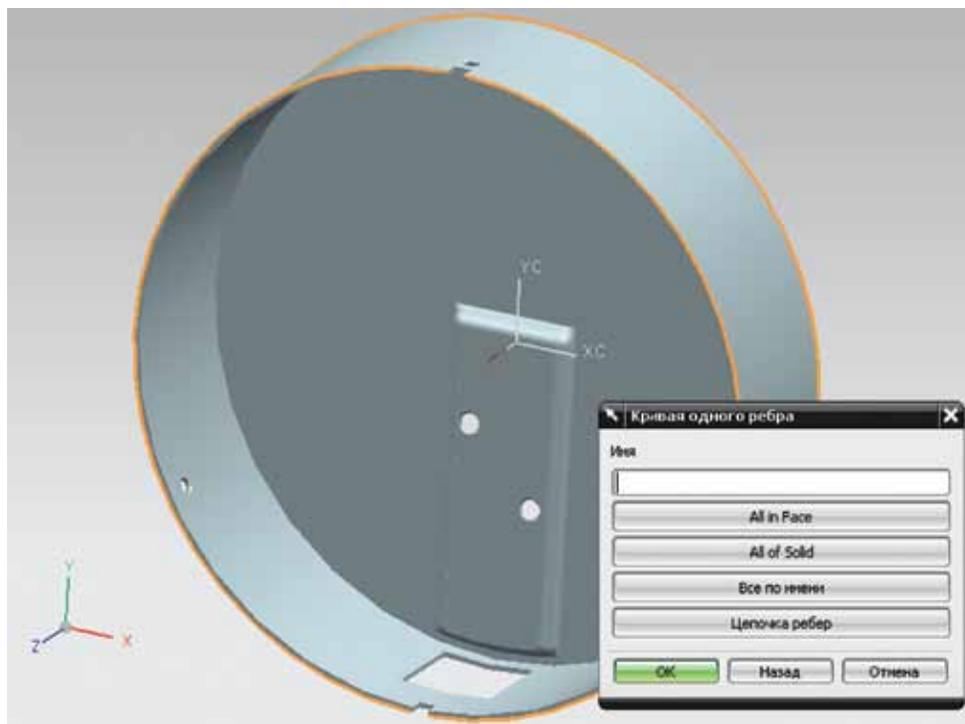

Рисунок 4.11
- Вернемся к сборке манометра. Чтобы не отображать корпус целиком, определим ссылочный набор в виде окружности и двух дуг, которые образуют очерковые линии корпуса. Для этого сделайте компонент body отображаемой деталью и выделите нужную геометрию командой **Вставить > Кривые из тел > Выделение** (рис. 4.11). Затем перейдите в меню **Формат**, где выберите команду **Ссылочные наборы**. Затем нажмите кнопку «Создать новый» и в качестве объектов выделите окружность и две дуги. Задайте имя набора LINES, после чего закройте окно и сохраните файл. Затем вернитесь в сборку.